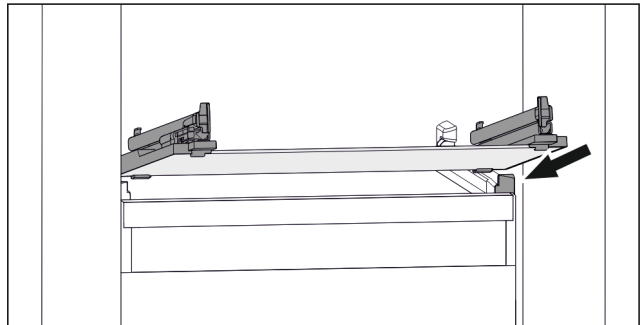

Fig. 44 Примерно изображение на стъклената плоча
- ▶ Поставете стъклената плоча под ъгъл зад ограничителите. (виж Fig. 44)